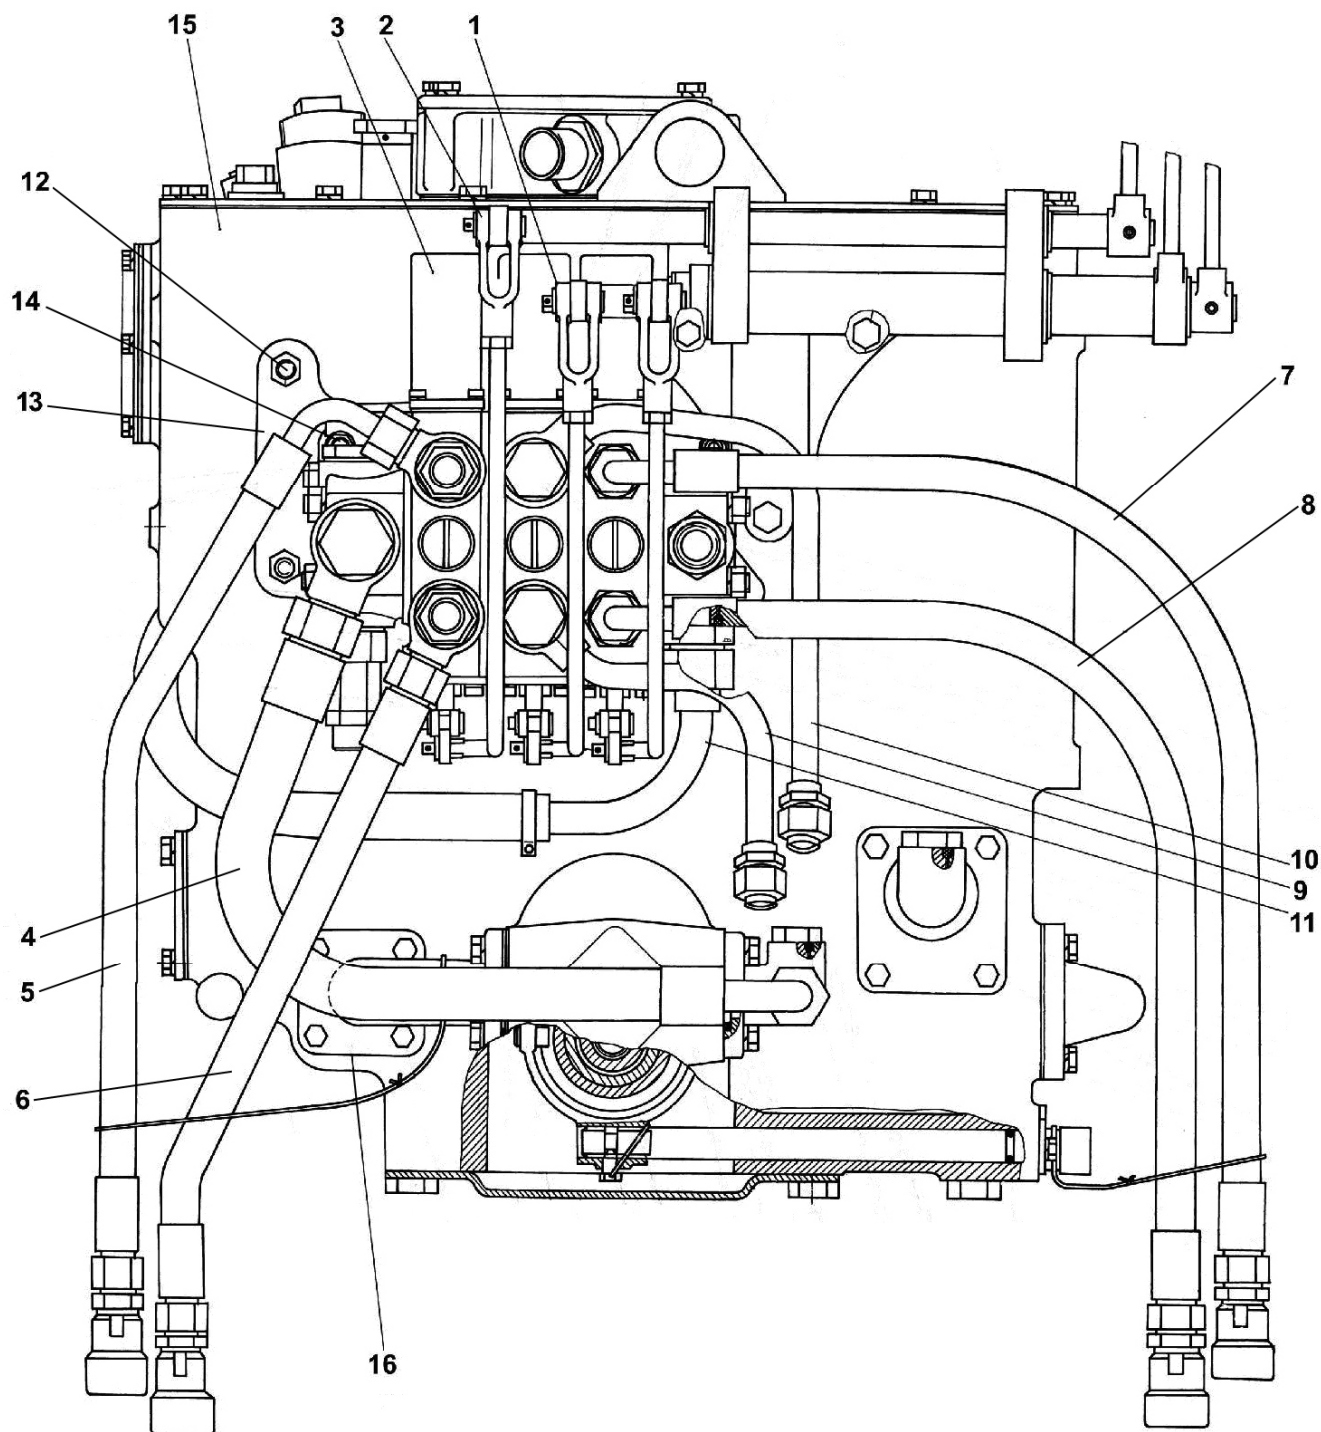

Рисунок 8.16
- 1) отсоедините тяги управления (1) (**рисунок 8.16**), (2) от распределителя (3);
- 2) отсоедините от распределителя (3) нагнетательный маслопровод (4), маслопроводы выводов (5), (6), (7), (8), (9), (10) сливной маслопровод (11), маслопровод канала управления (только для распределителя РП70-1221С);
- 3) отверните три гайки (12) крепления кронштейна распределителя (13) к маслобаку (15) и снимите распределитель (3) вместе с кронштейном (13);
- 4) отверните четыре болта (14) крепления распределителя (3) к кронштейну (13).
1) отсоедините от насоса всасывающий патрубок (16) и нагнетательную магистраль (4) (рисунок 8.16);